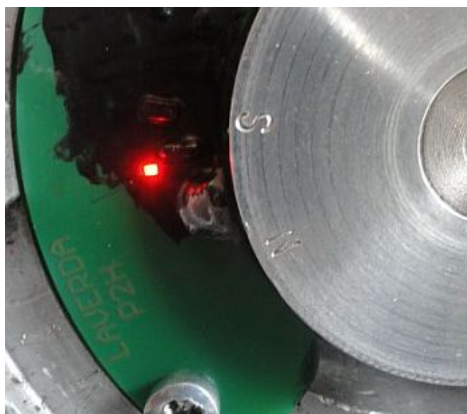

Abbildung 7 Einstellung und Montage des Magnetringes
- Hinweis: der Sensor lässt sich durch einfaches Zurückdrehen über die N-Markierung nicht wieder einschalten. Hat man zu weit gedreht oder ist sich der Einstellung nicht sicher, muss der Magnetring über die S-Markierung zurückgedreht werden. Siehe Abbildung 7.